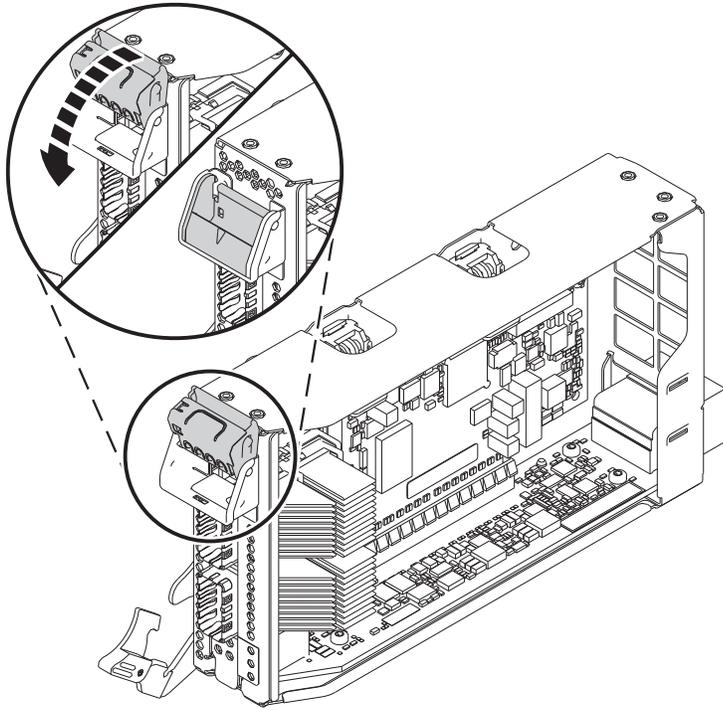

図 6. PCIe アダプター・カセットへのハーフサイズ、ロー・プロファイル・アダプターの取り付け
- c. アダプターを固定するために、8 ページの図 6 に示すようにテール・ストック・ラッチを回転させます。